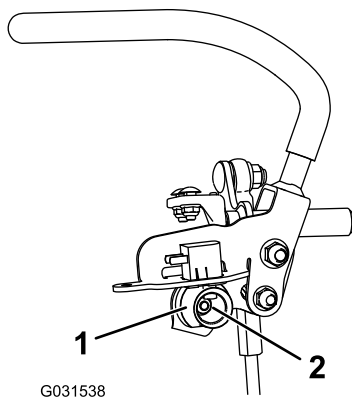

Figure 70
6. Desserrez l'écrou de fixation de la came (Figure 70).